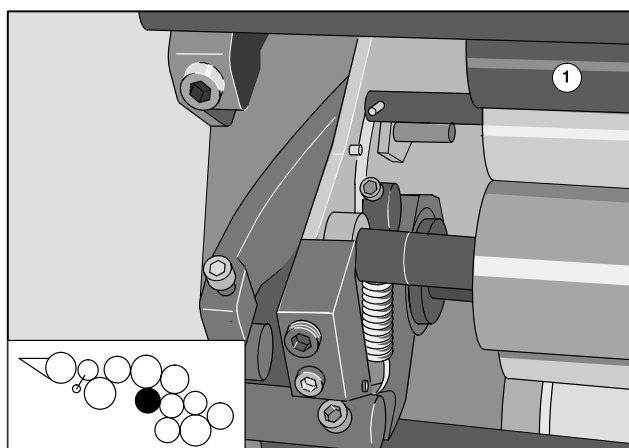

図8 第2インキ移しローラの取り外し
- ❶ 第2インキ移しローラ(図8/❶)を圧胴の方向に押して、軸受けから取り外します。